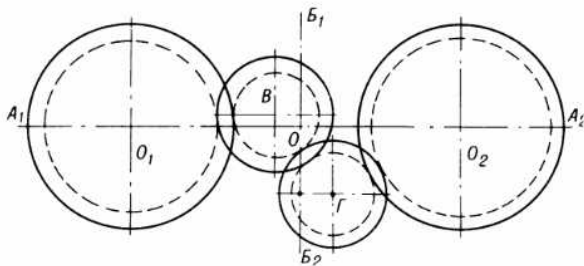

Рис. 111. Разметка боковой пластины редуктора.
напильником по вычерченному контуру. Теперь произвести точную разметку мест положения всех шестерен на одной из боковых пластин редуктора. Предположим, что будет изготавливаться редуктор на уменьшение числа оборотов с работой на два винта. Тогда надо провести металлической чертилкой две взаимно перпендикулярные линии — горизонтальную ($A_1 A_2$) на уровне, в зависимости от диаметра шестерни, и вертикальную линию ($B_1 B_2$) посередине пластины (рис. 111). Из точки пересечения этих линий (O) надо отложить в стороны по горизонтальной линии центры ведомых шестерен — OO_1 и OO_2 . Расстояние между этими точками O_1O_2 должно равняться расстоянию между центрами гребных валов данной модели.